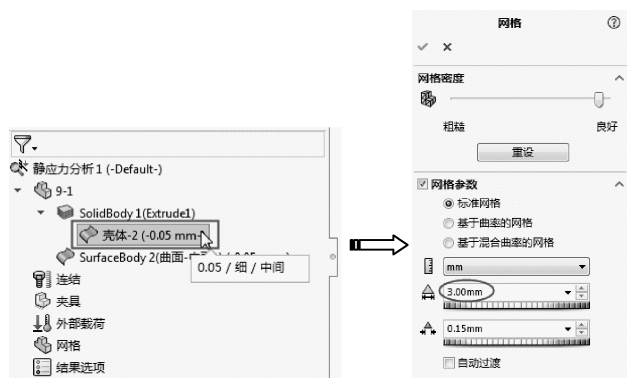

图 9-56 设置网格密度图
- 05 选中壳体曲面，再执行【生成网格】命令。在【网格】属性面板中设置网格密度为 3mm，如图 9-56 所示。